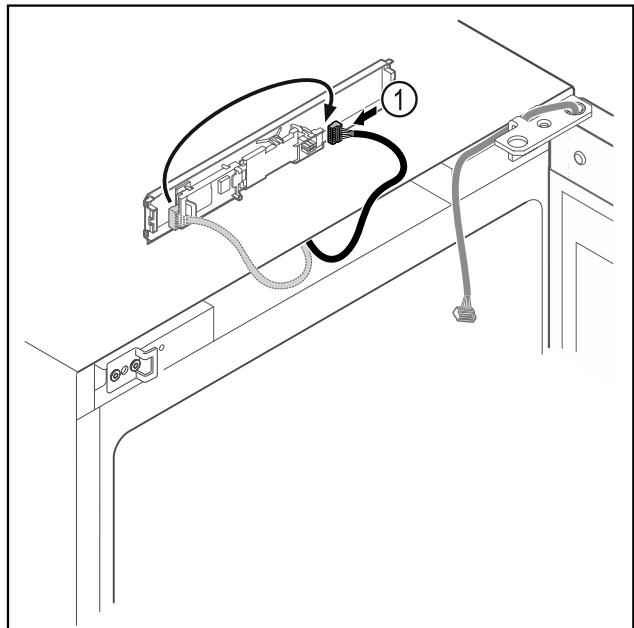

Fig. 9
► Stecker *Fig. 9 (1)* auf Platine umstecken.